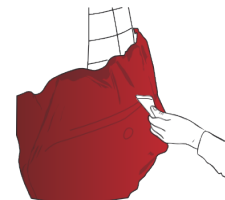

Figure 15
- › Appliquer le film sur l'ensemble de la surface à l'aide d'une raclette en plastique recouverte de feutrine en veillant à le lisser doucement sur la zone convexe (FIG. 15) pour faire disparaître les tensions.